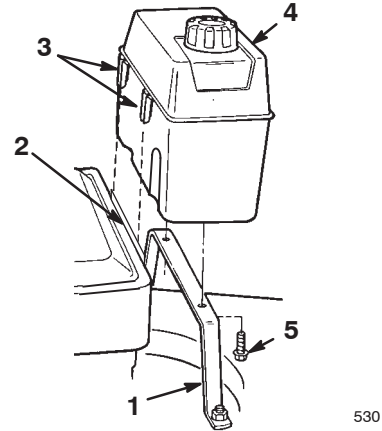

Bild 3
1. Schrauben Sie die beiden Blechschrauben unten in den Kraftstofftank ein und entfernen die Schrauben dann wieder (Bild 3).
2. Haken Sie die Kunststoffclips an der Vorderseite des Kraftstofftanks in die Kraftstofftank-Halterung ein (Bild 3).
3. Befestigen Sie den Kraftstofftank mit den beiden Blechschrauben an der Tankunterseite (Bild 3). **Ziehen Sie die Schrauben nicht zu fest.**